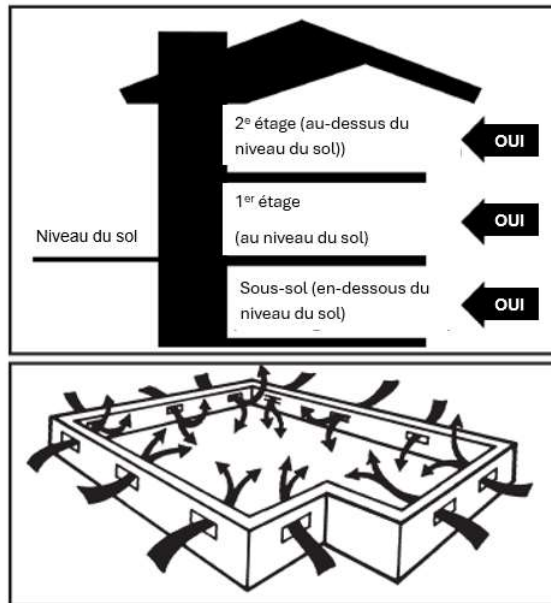

Figure 1
- Un espace d'au moins 18 po (46 cm) entre le sol et le dessous des solives doit être présent dans les vides sanitaires. Un couvre-sol avec pellicule de polyéthylène noir de 6 à 20 mil est essentiel comme pare-vapeur en chevauchant les joints sur 6 po (15 cm) et scellés avec un ruban résistant à l'humidité. Le vide sanitaire doit avoir une aération autour du périmètre également à au moins 1,5 % de la superficie en pieds carrés du vide sanitaire. Ces orifices de ventilation doivent être placés adéquatement de façon à favoriser la ventilation transversale (**Figure 1**). Si nécessaire, la